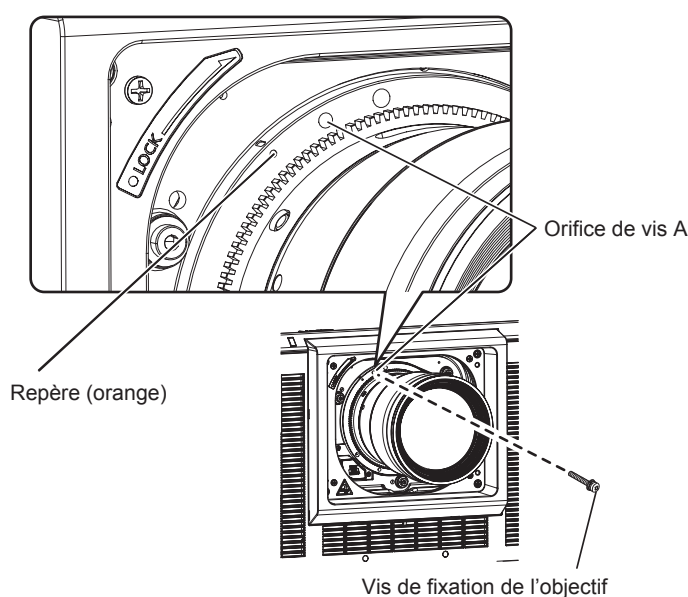

Fig. 4
- 4) **Verrouillez l'objectif de projection avec la vis de fixation de l'objectif fournie. (Fig. 4)**